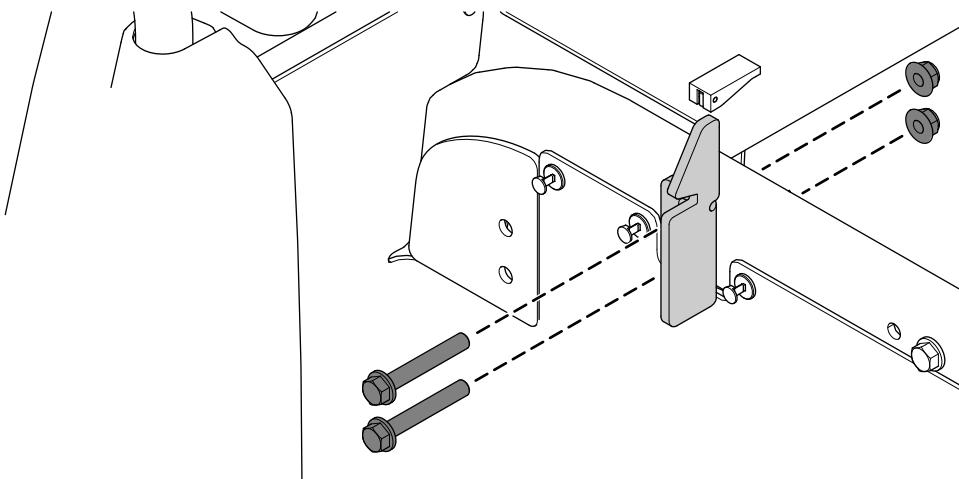

Рисунок 5
6. Снимите 2 защелки, отверните 4 болта с фланцевыми головками ($\frac{3}{8} \times 2\frac{1}{2}$ дюйма) и 4 фланцевые гайки ($\frac{3}{8}$ дюйма) с левой и правой труб рамы (Рисунок 5).